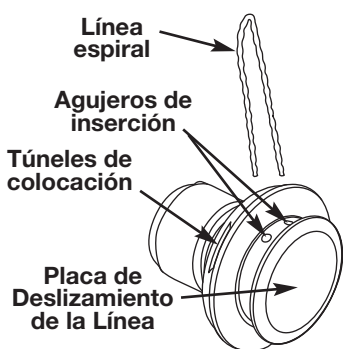

Fig. 11
3. Reinstale la placa guía de la línea (Fig. 11). La placa guía es un elemento con espiga y ajusta de una sola forma. Si no entra en el cabezal de corte fácilmente, NO lo fuerce. Gire la placa hasta que se encaje fácilmente en el cabezal de corte.
4. Inserte ambos extremos de la línea en los orificios adecuados ubicados al costado del cabezal de corte (Fig. 11).